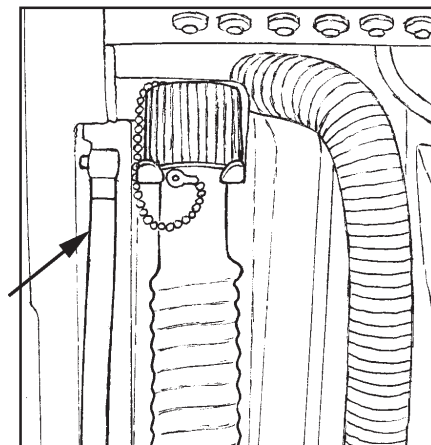
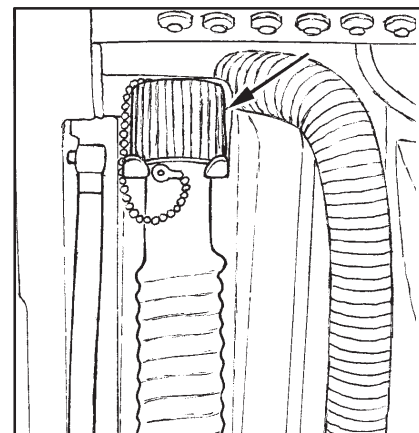

Figura 31
Figura 32
1. Vacie el depósito de solución (figura 31) y el depósito de recuperación (figura 32). Para vaciar los depósitos, proceda así: